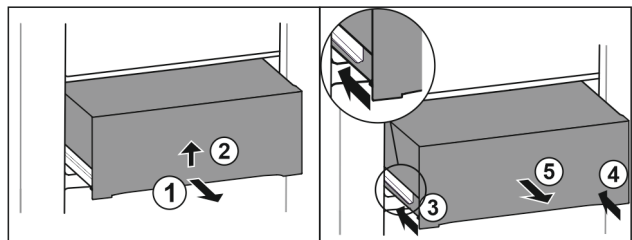

Fig. 26
- ▶ Tirer le tiroir jusqu'à mi-chemin. Fig. 26 (1)
- ▶ Soulevez le tiroir par le bas. Fig. 26 (2)
- ▶ Rentrer le rail de gauche. Fig. 26 (3)
- ▶ Rentrer le rail de droite. Fig. 26 (4)
- ▶ Retirer le tiroir par l'avant. Fig. 26 (5)